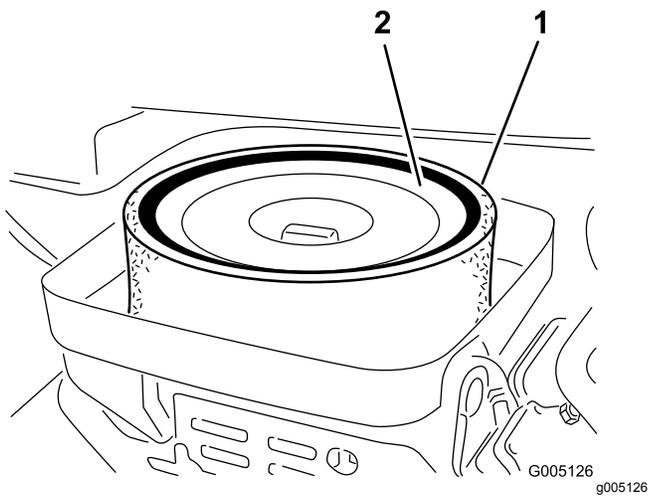

Bild 46
4. Nehmen Sie einen verschmutzten Schaumeinsatz vorsichtig vom Papiereinsatz ab (Bild 46). Reinigen Sie ihn gründlich wie folgt: